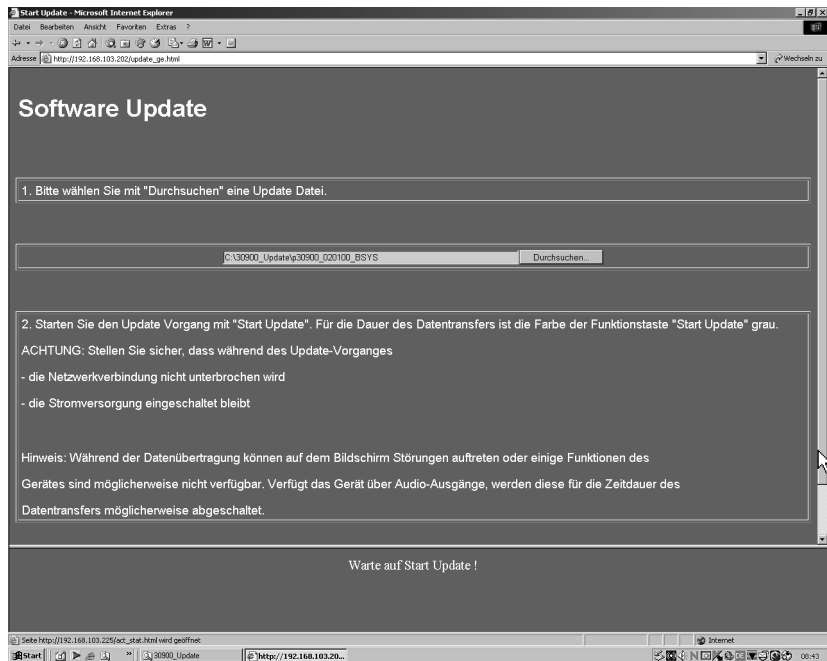

Bild 5-13: Auswahl der Update-Datei und Verschieben der Seite mit dem Scroll-Balken
5. Nach Auswahl der Update-Datei schieben Sie die Seite nach oben, indem Sie den grauen Balken am rechten Bildschirmrand nach unten ziehen (siehe Mauszeiger in Bild 5-13).